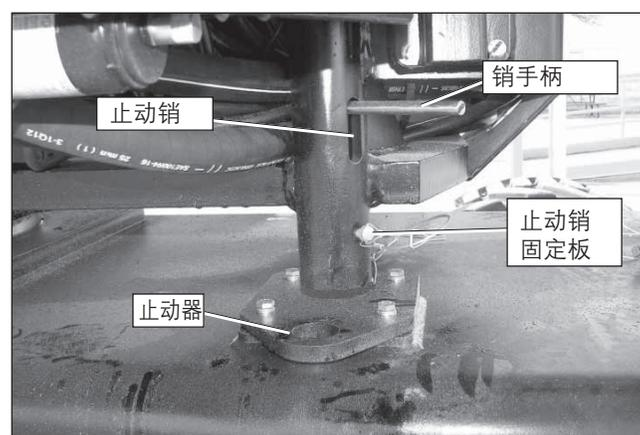

图 9.5 – 平台
4. 旋转转台，将旋转止动销和止动器对齐(请参见图 9.5)。将止动销啮合在止动器内，然后固定到位。